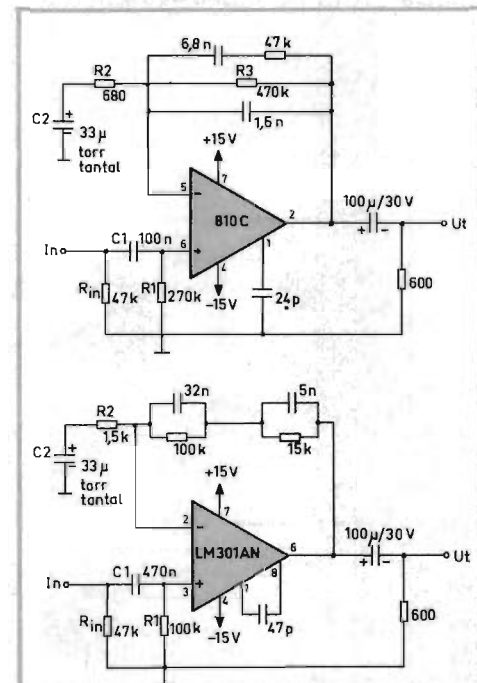

Fig 1–2. Gramfonförstärkare med RIAA-korrektion.
■ ■ Fig 1 och 2 visar gramfonförstärkare med RIAA-kompensation. Samtliga dessa bygger på en spänningsföljare med förstärkning för att ge hög ingångsimpedans, lågt brus samt givetvis en frekvensgång som enbart beror av återkopplingselementen.
Lågt brus kräver relativt låg ingångsimpedans, därför bör C_1 väljas någorlunda stor. R_2 utgör i fig 1 den rekommenderade belastningen för de flesta pick-uper. Om annan belastning krävs kan denna läggas parallellt med pick-upen som i fig 2 och 3 (R_{in}).
● Fig 1 beskriver en förförstärkare med en förstärkning av ca 35 dB (50 ggr) och RIAA-korrektion inom ± 1 dB vid 1:000 Hz samt mycket lågt brus (ca 0,6 μ V rms bredband), $f_0 \approx 10$ Hz samt låg distorsion.
Förförstärkare med NAB-kompensation återges i fig 5a och b. Kopplingarna har liknande data som fig 1.